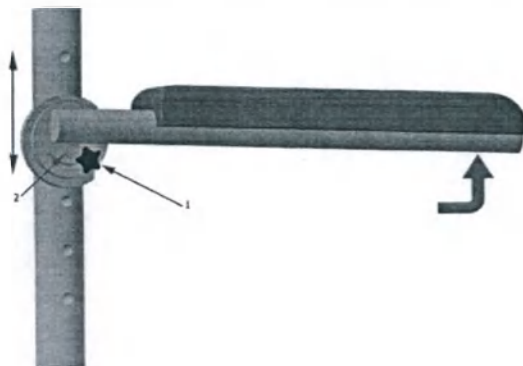

Рис. 1.8
5.4.5 Кресла оснащены откидными подлокотниками, имеющими мягкие наклад-ки на поручнях. Для откидывания подлокотника, отверните барашек (поз.1, рис.1.8) и поднимите переднюю часть подлокотника вверх. Для того чтобы выставить подлокотник по высоте отверните ключом болт и выставляйте его по отверстиям на раме.